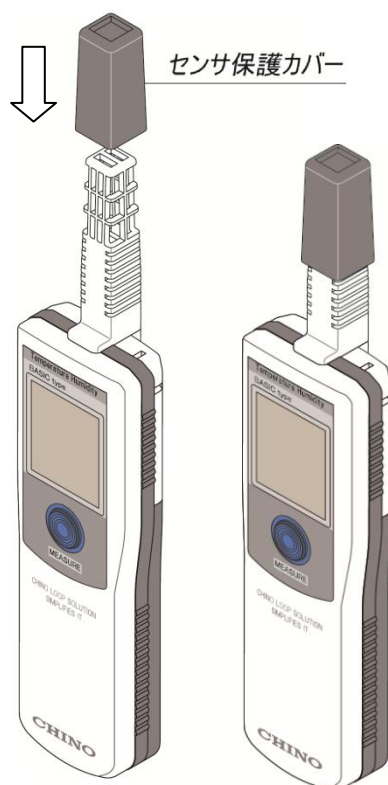

図 1
- ・センサは衝撃などに非常に弱く、また、ほごりの付着などにより測定に影響が生ずる場合があります。これらから保護するため、ご使用にならないときはセンサ保護カバーを取り付けて保管してください。（図 1 を参照ください）